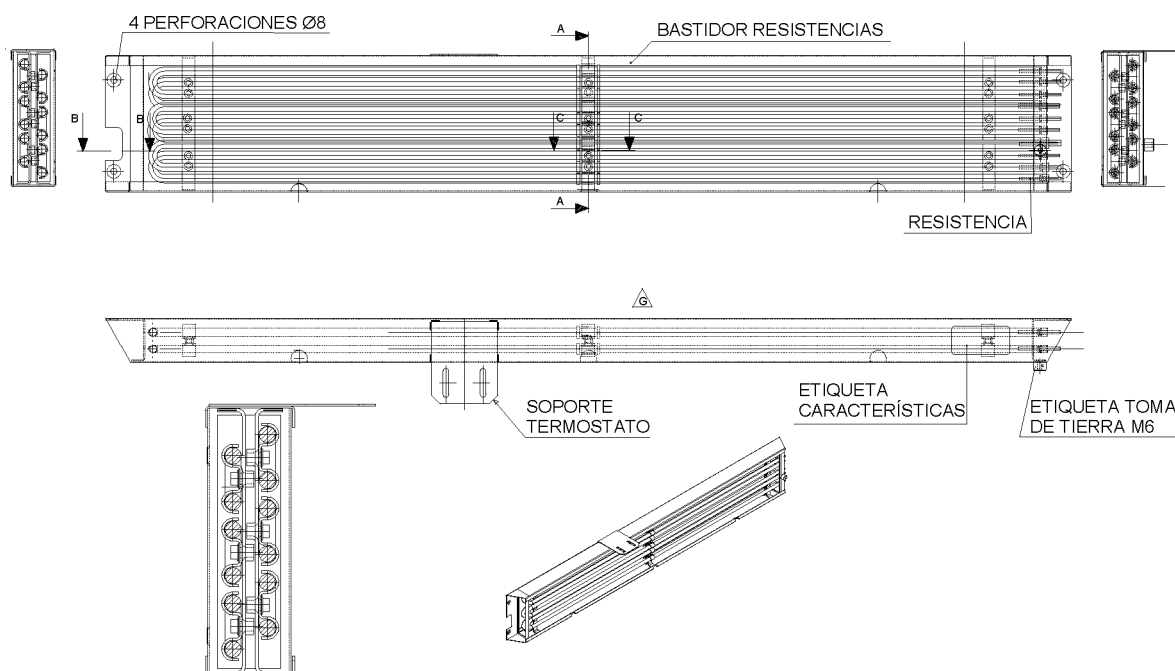

Figura A-14. Bastidor de resistencias
A.3.2.10 Bastidores de resistencias de calefacción (Figura A-14)